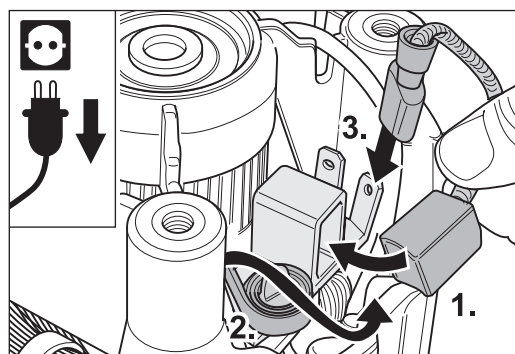

Bild 50 Sätt i den nya kolborsten (1.), vrid tillbaka mässingstryckbygeln (2.) och sätt fast anslutningskontakten (3.).
- 6 Sätt i den nya kolborsten (bild 50, 1) och vrid tillbaka kolhållarens mässingstryckbygel (bild 50, 2.).
- 7 Sätt fast kolborstens stickkontakt på den härför avsedda kontakten på kolhållaren (bild 50, 3.). Installera kolborstens kabel som på den andra, fortfarande monterade, gamla kolborsten. På detta sätt förhindras att kabeln sedan kläms in.